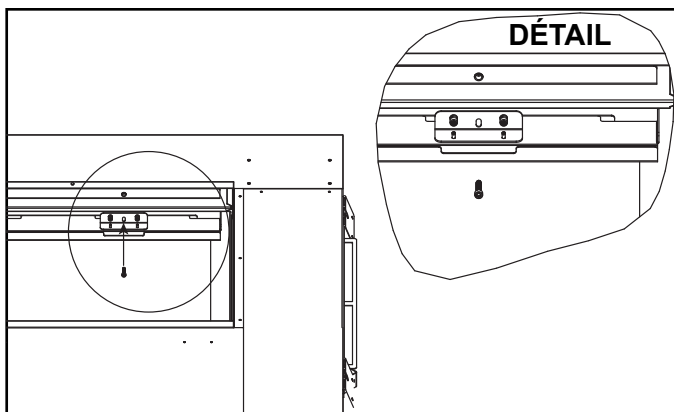

Figure 11.18 Installation de la barre de maintien de la vitre
- Pour mettre en place le dispositif de retenue de la vitre, enfiler soigneusement les vis, qui ont été retirées des écrous à l'étape 2, dans le trou central du dispositif de fixation de chaque côté. Voir la figure 11.18. Veillez à ne pas croiser le filetage de la vis. Une fois que les deux vis sont correctement alignées et partiellement installées, elles peuvent être installées complètement.